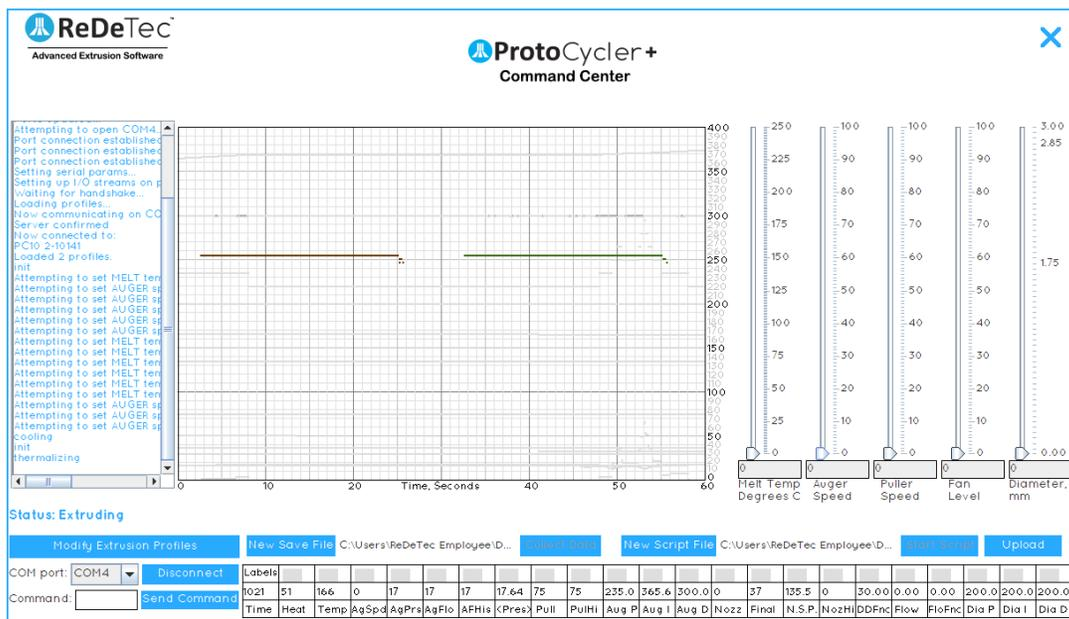

Figura 10a: Pantalla de inicio de extrusión manual con todas las lecturas desactivadas (haciendo clic en el botón "Etiquetas" arriba la lectura de "Hora").
Las dos líneas planas que se ven en **Figura 10a** arriba representan los datos brutos leídos por la matriz de fotodiodos del sensor de luz para el diámetro del filamento en la boquilla (izquierda - línea marrón) y el diámetro final del filamento en la rueda extractora (derecha
1. Si el sensor no está iluminado uniformemente (**Figura 10b**), el LED debe ser reorientado para asegurar que la curva de respuesta mostrada en **Figura 10a** es obtenida. El proceso es el mismo para los sensores de la boquilla y del extractor.
3. La versión 1.0 tiene dos tornillos mirando "hacia arriba", que empujan los lados opuestos de una palanca para inclinar el eje del LED. Para apuntar el LED hacia arriba, primero afloje el tornillo frontal (más lejos del usuario), luego apriete el tornillo trasero (más cerca del usuario). Para apuntar el LED hacia abajo, primero afloje el tornillo trasero y luego apriete el tornillo frontal. Ajuste el LED de forma incremental, monitoreando el patrón de respuesta que se muestra en la pantalla hasta que sea una respuesta uniforme como se muestra en **Figura 10a**. Por último, asegúrese de que ambos tornillos estén bien ajustados para evitar más movimientos. **Afloje siempre un tornillo antes de apretar el otro. Además, asegúrese de no apretar demasiado los tornillos, simplemente deben estar ajustados.**
4. La versión 1.1 tiene solo un tornillo hacia arriba, que sujeta el eje del LED en su posición. Para ajustar el LED, primero afloje el tornillo. Luego use la perilla del eje en el lado izquierdo de la guía de luz para ajustar el ángulo del LED. Es posible que desee sostener el otro extremo del eje con el pulgar para tener más control; consulte **Figura 12** a continuación como referencia. Cuando el patrón de respuesta deseado como se muestra en **Figura 10a** se obtiene, simplemente vuelva a apretar el tornillo.